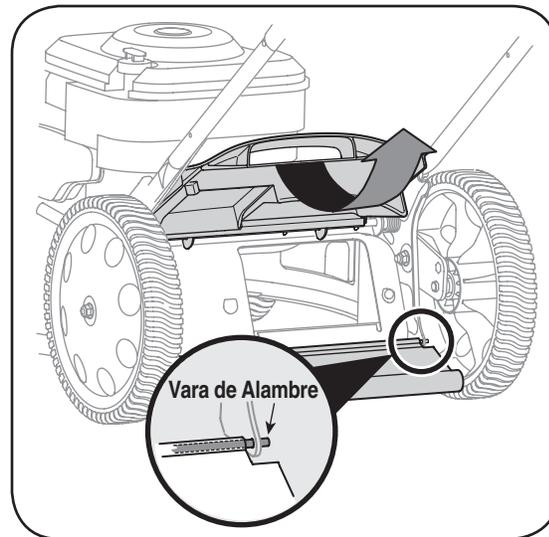

Figura 4
1. Para retirar el alerón trasero, corte el extremo plano de la varilla de alambre que lo sujeta a la cubierta. Vea la Figura 4.